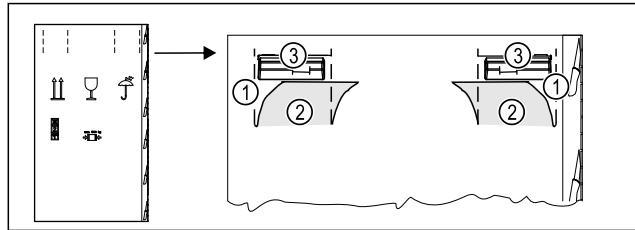

Fig. 4
- ▶ Вдавите упаковочный картон сверху по перфорации Fig. 4 (1).
- ▶ Извлеките вдавленные клапаны Fig. 4 (2).
- ▶ Можно увидеть ручку для переноски Fig. 4 (3) справа и слева.
- ▶ Удерживайте устройство за ручки для переноски Fig. 4 (3).